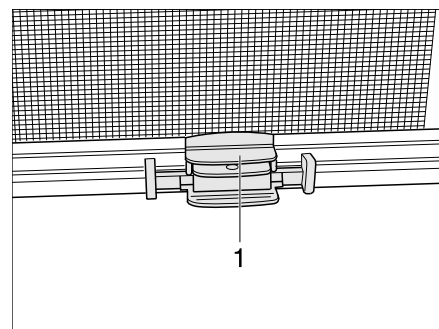

Fig. 54 Store
- Saisir la barre de fermeture (Fig. 54,1) de la moustiquaire par le centre et l'amener à la barre de fermeture du store occultant.
- Maintenir la barre de fermeture (Fig. 54,1) de la moustiquaire et actionner le cliquet d'encliquetage.